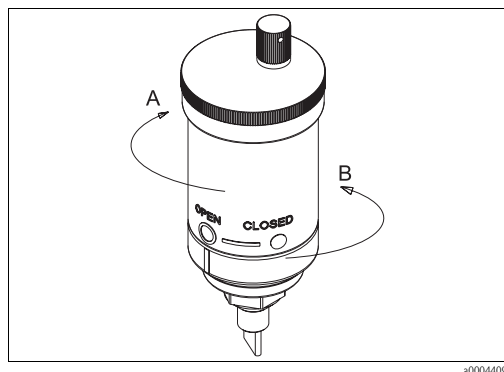
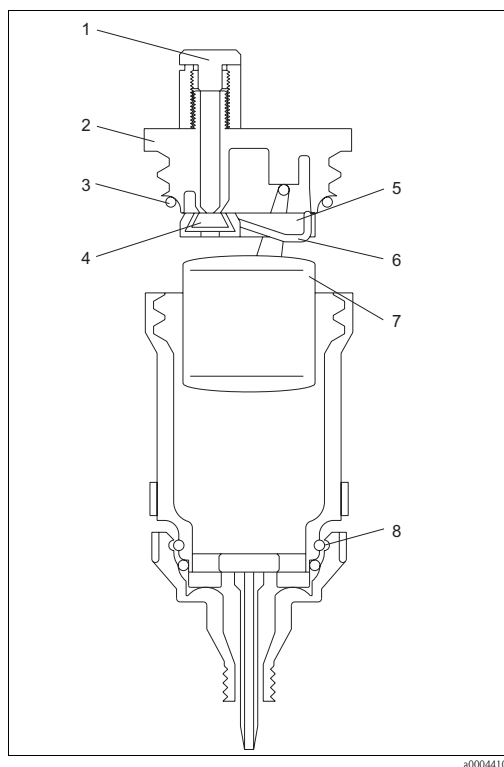

Fig. 13 : Évent d'aération en position ouverte
Fig. 14 : Vue détaillée de l'évent d'aération
1. Avant de remplir le système, assurez-vous que le capuchon rouge de l'évent (voir fig. 14, pos. 1) est correctement fixé et que la vanne est fermée (voir fig. 13). Pour cela, tournez l'évent d'aération dans le sens des aiguilles d'une montre. N'utilisez que vos mains pour éviter d'endommager l'évent d'aération.
4. Démarrez le fonctionnement en tournant l'évent d'aération dans le sens inverse des aiguilles d'une montre en position ouverte (voir fig. 13).
1. Tournez l'évent d'aération dans le sens des aiguilles d'une montre en position fermée et isolez-le ainsi du système (voir fig. 13).
2. Retirez le flotteur en dévissant la partie supérieure de l'unité et en soulevant le couvercle noir (fig. 14, pos. 2).
3. Nettoyez la surface d'appui avec précaution (pos. 4).
5. Remplacez le flotteur et assurez-vous que le joint torique (pos. 3) est fermement fixé.
8. Assurez-vous que le capuchon rouge de l'évent (pos. 1) est tourné jusqu'à la butée pour garantir un bon fonctionnement. Fermez le capuchon manuellement.